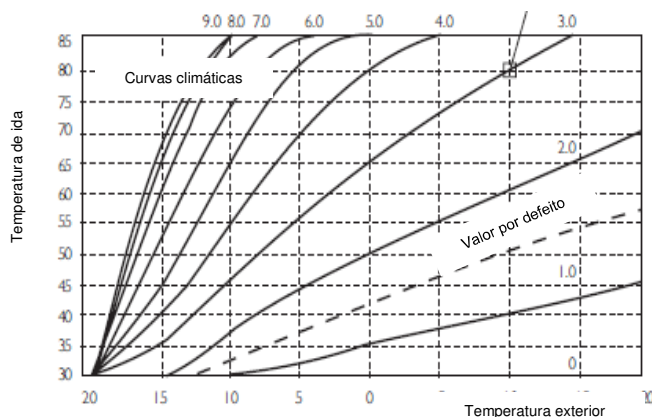

Fig. 24: Gráfico da curva climática da sonda exterior
- Para configurar a curva climática requerida (ver gráfico Fig. 24), rode o seletor e prima-o para confirmar. Premir a tecla "MENU" para voltar ao ecrã principal.